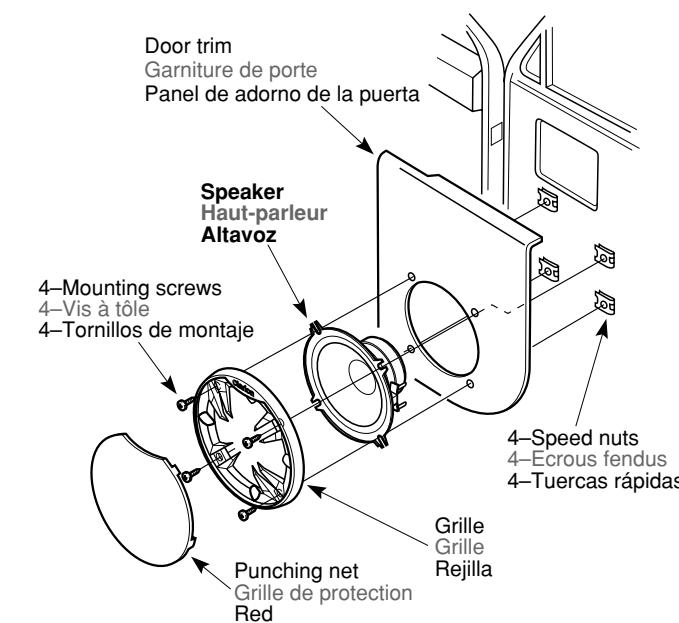

Figure 4 / Figure 4 / Figura 4 (SRS1326)
3. Install the speed nuts in the screw holes in the door trim, then use the mounting screws to install the speaker grille. (Figure 4)
3. Posez les écrous fendus sur les trous percés dans la garniture de porte, puis installez la grille de haut-parleur avec les vis à tôle. (Figure 4)